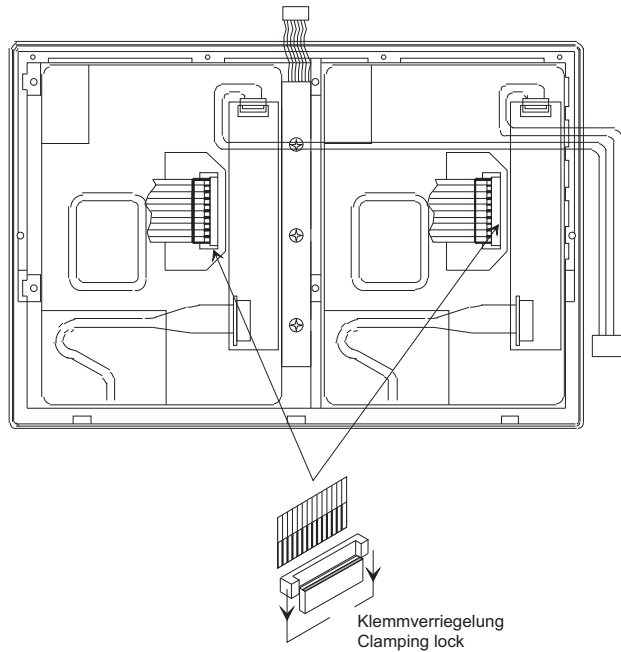

Bild 4-9: Anschluss der Displays
12. Stecken Sie die flexiblen Flachbandkabel wieder am Display auf. Achten Sie darauf die Flachbandkabel nicht durch Verkanten zu beschädigen. (Bild 4-9)